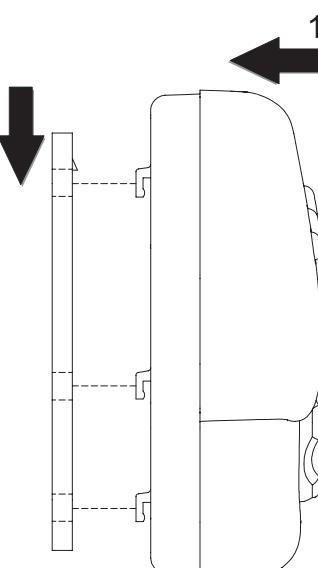

Abb. 5: Wandbefestigung des Thermostats.
4. Die Thermostatplatte an die Wandplatte nähern und die Befestigungszähne der Thermostatplatte auf die entsprechenden Plattenlöcher setzen, die Thermostatplatte nach unten drücken bis die Befestigungszähne einrasten (Abb. 5).